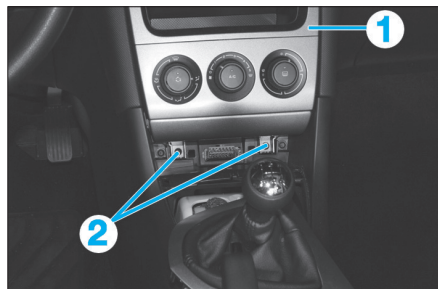

Fig. 19
- le rangement (1) (Fig.19) ou le chargeur de CD (selon équipement),
- les vis (2),